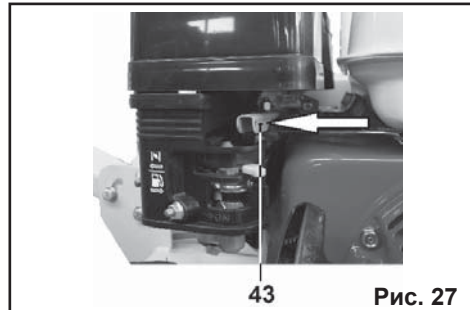

Рис. 27
11.3. Установите рычаг дроссельной заслонки (43) в положение **МАКСИМАЛЬНЫЕ ОБОРОТЫ ДВИГАТЕЛЯ** (Рис. 27).
ТЕЛЯ (Рис. 27).